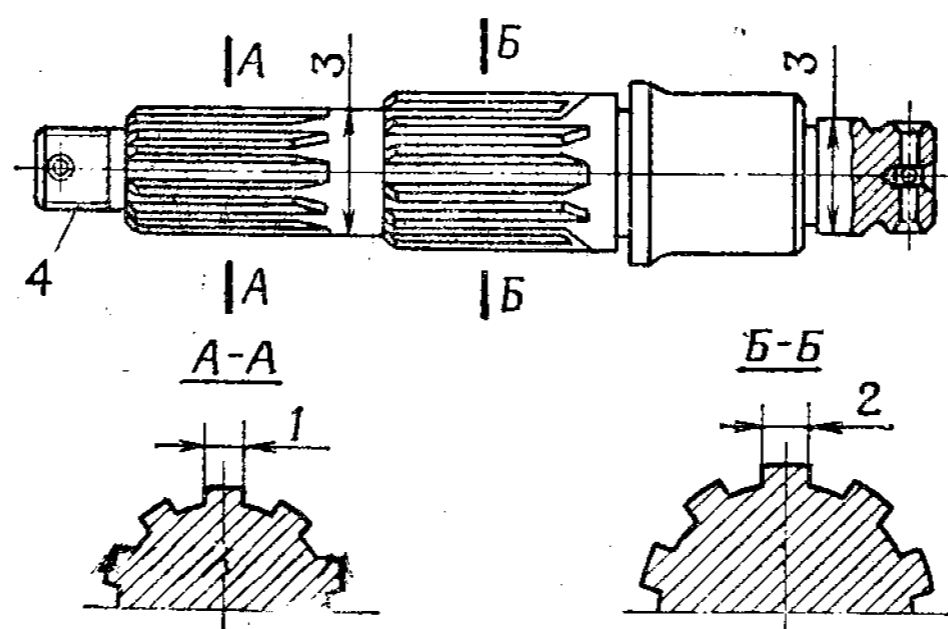

Рис. 112. Вал ведущей шестерни раздаточной коробки
2. Вал ведущей шестерни раздаточной коробки (рис. 112)